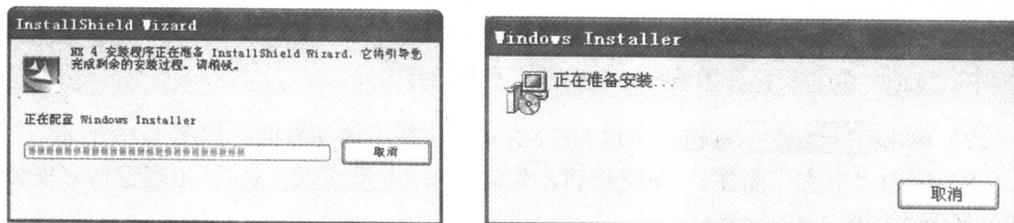

图 1-11 系统进行配置安装文件信息
(2) 选择“中文(简体)”安装语言,单击 按钮,系统进行配置安装文件信息,如图 1-11 所示。